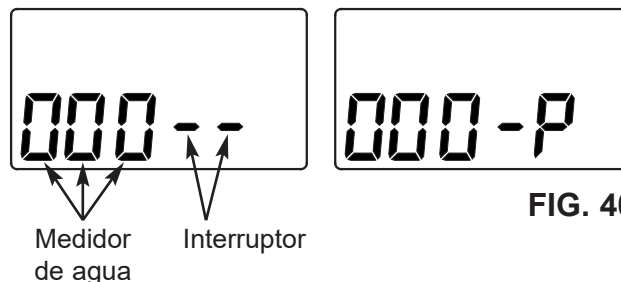

FIG. 40
3. La letra "P" y una raya (o rayas) indican el funcionamiento del interruptor POSITION (Posición) (vea la Fig. 40). Si aparece la letra, el interruptor está cerrado. Si aparece la raya, el interruptor está abierto.